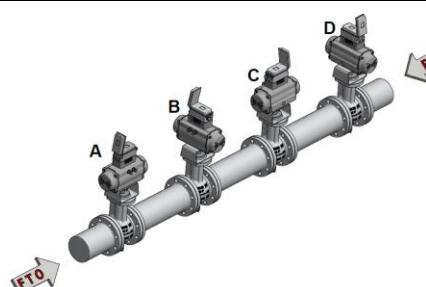

Bild 1: Standard-Einbaulagen - horizontale Rohrleitung
- **Typgeprüfte Ventile** gemäß Gasgeräteverordnung (EU) 2016/426, DVGW, DIN EN 161, CERTCO dürfen nur mit dem **Antrieb nach oben ausgerichtet** in die Rohrleitung eingebaut werden. Vgl. Bild 1.
- SAMSON VETEC empfiehlt die Standard-Einbaulage: horizontale Rohrleitung, AT-Antrieb senkrecht nach oben ausgerichtet. Vgl. Bild 1.